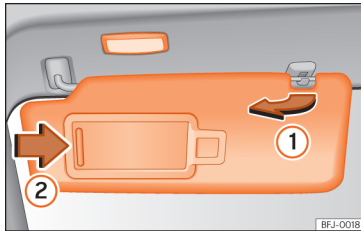

Abb. 112 Sonnenblende.
- Die Sonnenblende kann aus der Befestigung entnommen und zur Tür gedreht werden »» (Abb. 112) ①.